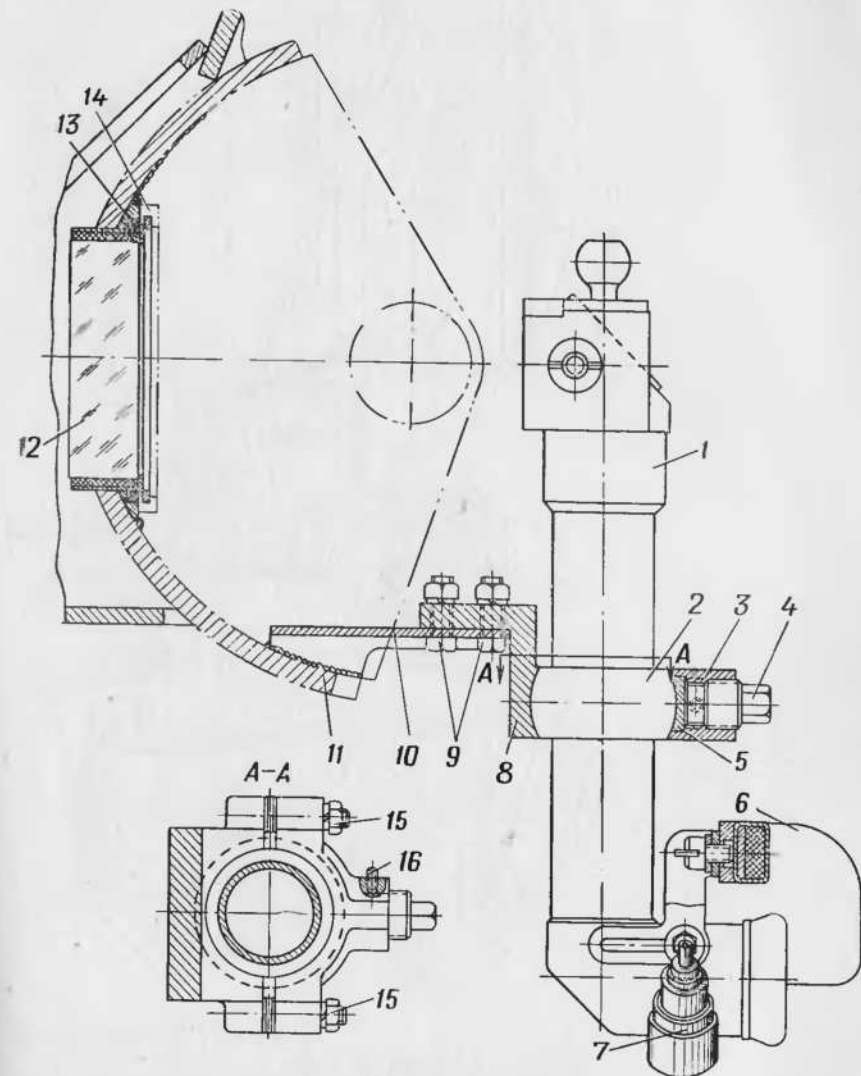

Рис. 91. Установка прицела ПП-61А:
1. Отвернуть патрон 7 (рис. 91) с лампочкой на прицеле 1 и отсоединить электропровод подсветки сетки.
Защитное стекло 12 (рис. 91) в подвижной бронировке 11 подлежит замене при наличии отколов и повреждения оправы или разрушения стекла.